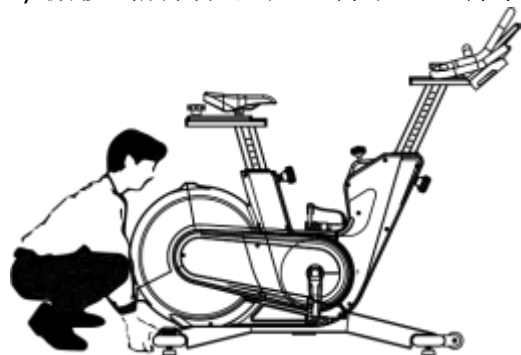

图 1
- 3) 先蹲下降低身体重心（图 1），用双手与双腿均衡使力、慢慢地举起后贴地管组。